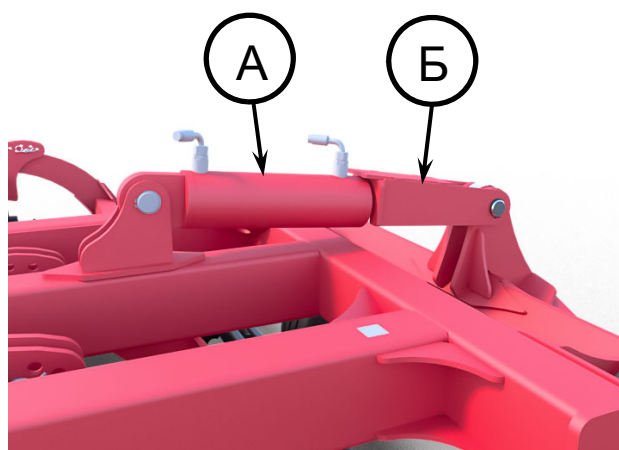

Рисунок 7. Шток гідроциліндра (поз. А) повністю витягнутий, упор (поз. Б) в транспортному положенні (закритий)
3. За допомогою транспортного пристрою приведіть борону в транспортне положення (транспортні колеса опущені вниз, шток гідроциліндра повністю витягнутий (рисунок 7, поз. А)). Встановіть транспортний упор в транспортне (закрите) положення (рисунок 7, поз. Б).